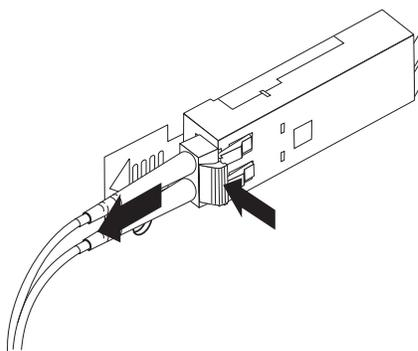

Figura 24. Removendo o Cabo Fibre Channel LC-LC
2. Puxe cuidadosamente o conector para remover o cabo do módulo SFP, como mostra a Figura 24.